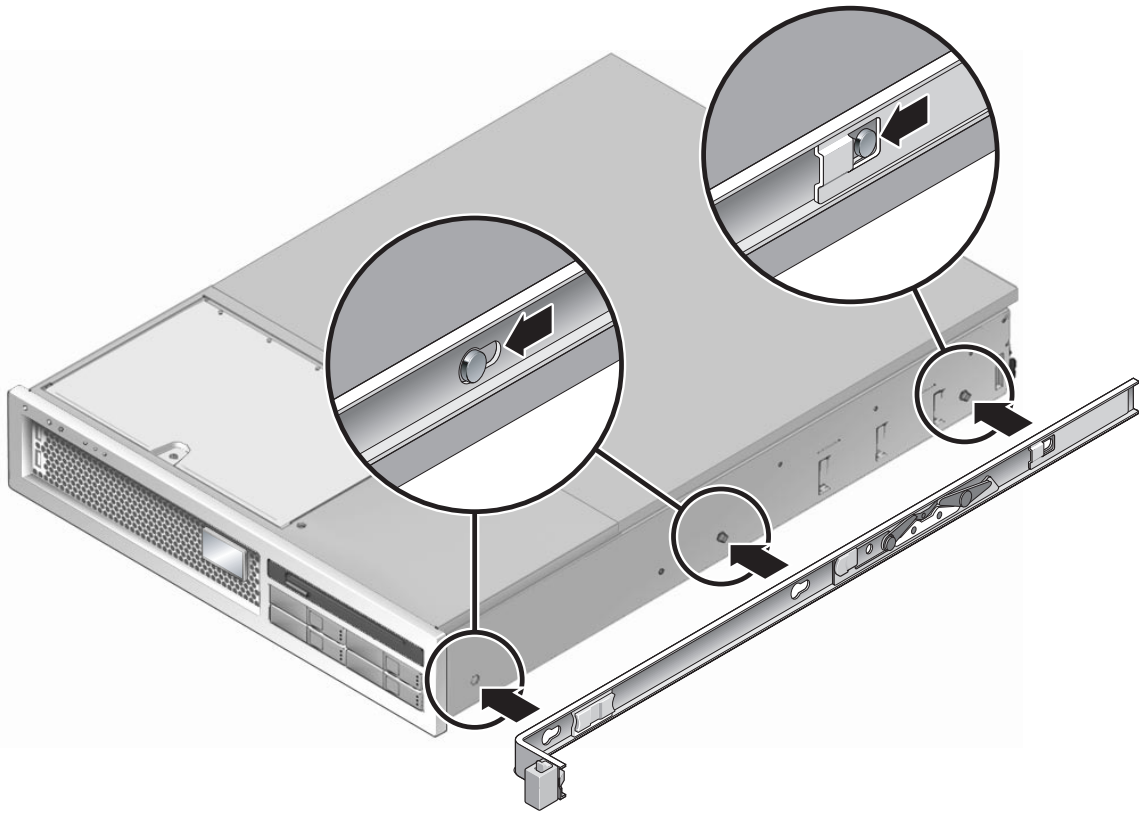

FIGURA 2-4 Instalación del soporte de montaje en la carcasa
- a. Coloque el soporte contra la carcasa (FIGURA 2-4) de forma que el botón de bloqueo de las guías quede en la parte frontal y los tres taladros del soporte queden alineados con las tres clavijas que hay en el lateral de la carcasa.**
- c. Asegúrese de que las tres clavijas hayan quedado aprisionadas en los taladros del soporte y que la clavija situada en la parte posterior haya quedado enganchada en el punto de bloqueo del soporte, según se ilustra en la FIGURA 2-4